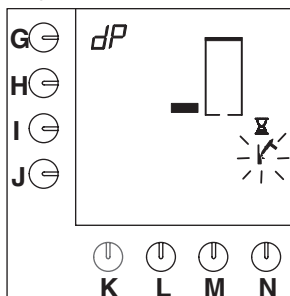

Fig. 25 Pause for at rensmidlet skal virke
- Når vannet er varmt, vises et timeglass og et blinkende hammersymbol på displayet (fig.25). En 5-minutters ventetid følger for å la middelet gjøre jobben sin.